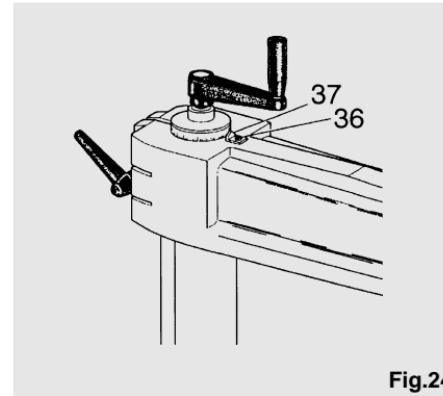

Fig.24
Una volta raggiunta la perpendicolarità del braccio rispetto al regolo di battuta, procedere alla definitiva sistemazione dell'indice posto sul braccio (vedi fig. 24). Allentare la vite (36) e riportare l'indice (37) a coincidere con la posizione 0 del nonio graduato.